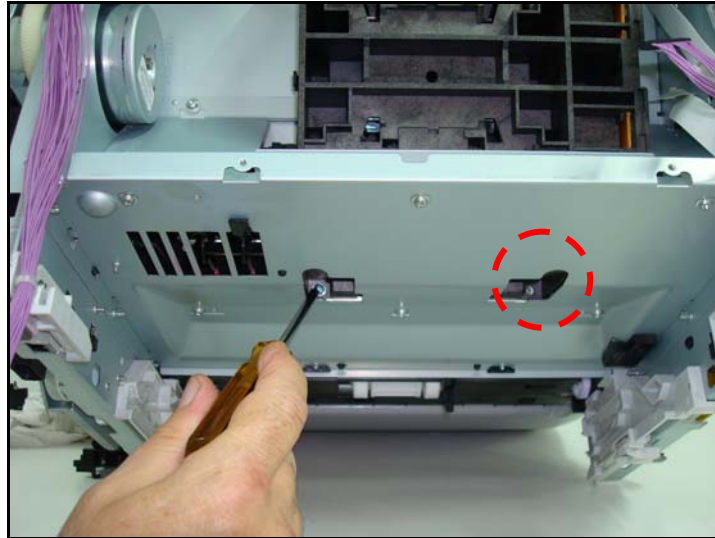

Figura 20
8. levantar la impresora lo suficiente para poder sacar el tornillo izquierdo inferior del conjunto marcado con un círculo en la figura 20